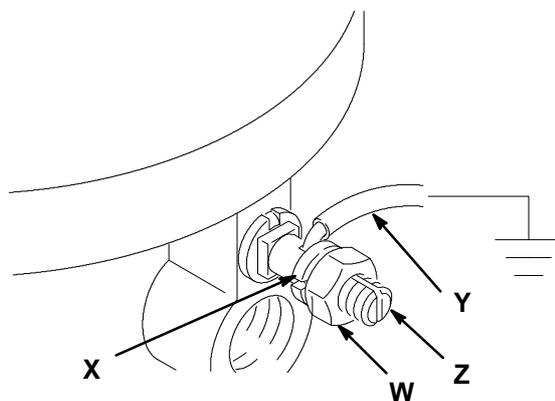

Abb. 1
- **Pumpe:** Mutter (W) und Scheibe (X) der Erdungsöse lösen. Ein Ende eines 1,2 mm2 dicken Erdungskabels (Y) in den Schlitz in der Öse (Z) schieben und die Mutter fest anziehen. Das andere Ende des Kabels mit einer guten Erde verbinden. Siehe Abb. 1. *Erdungskabel und Klammer sind mit der Teilenummer 222-011 zu bestellen.*